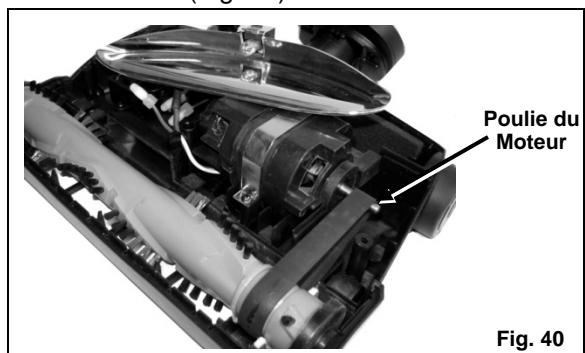

Fig. 40
8. Si la courroie est brisée, enlevez toutes les pièces cassées. Si elle est seulement étirée, enlevez-la de la poulie du moteur. (Fig. 40)